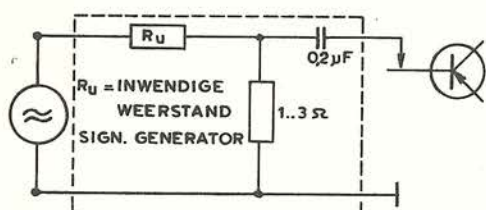

fig. 1
- Signaal via meetkop fig. 1 aansluiten op basis van transistor T1.
MF - Signaalgenerator via meetkop fig. 1 aansluiten op basis van transistor T3. Frequentie 470 kHz. Sterkte van meetsignaal 1 mV. R 13 instellen op 50 mW output (voorlopige instelling).
Signaalgenerator via meetkop fig. 1 aansluiten op basis van transistor T2. Frequentie 470 kHz. Gevoeligheid voor 50 mW output: 20 - 40 mV.
Signaalgenerator via meetkop fig. 1 aansluiten op basis van transistor T1. Frequentie 900 kHz. Gevoeligheid voor 50 mW output $1\frac{1}{2}$ μ V \rightarrow eventueel de instelling van R 13 corrigeren.